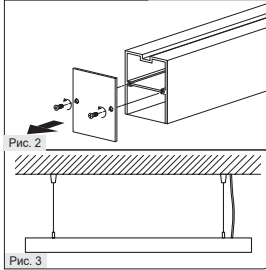

Рис. 2
- Открутите винты в торцевой части светильника и снимите торцевую крышку (Рис. 2).